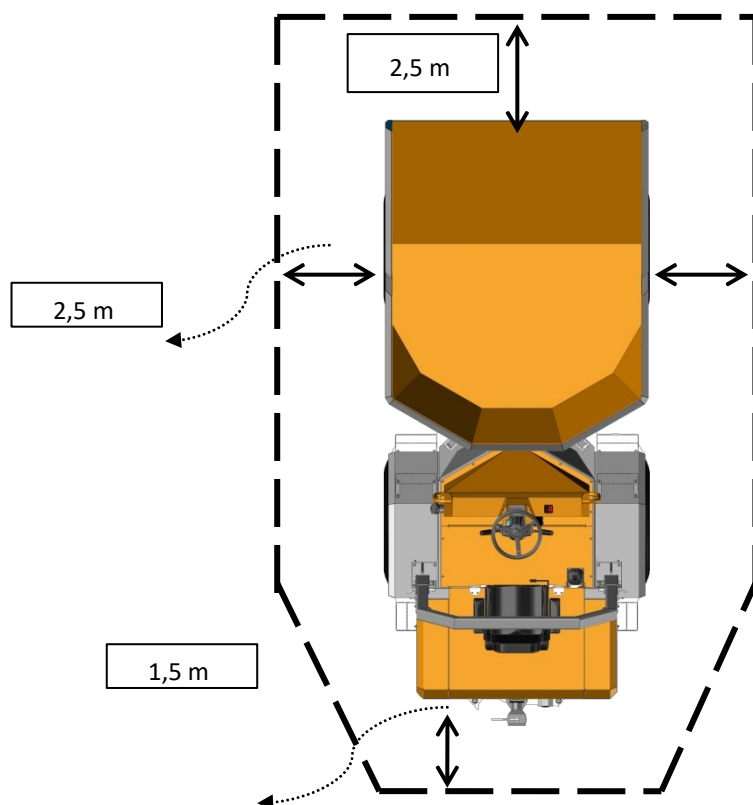

Figure 24. Zone de danger définie autour du véhicule
- Arrêtez immédiatement le véhicule si quelqu'un pénètre dans la zone de danger (figure 24)